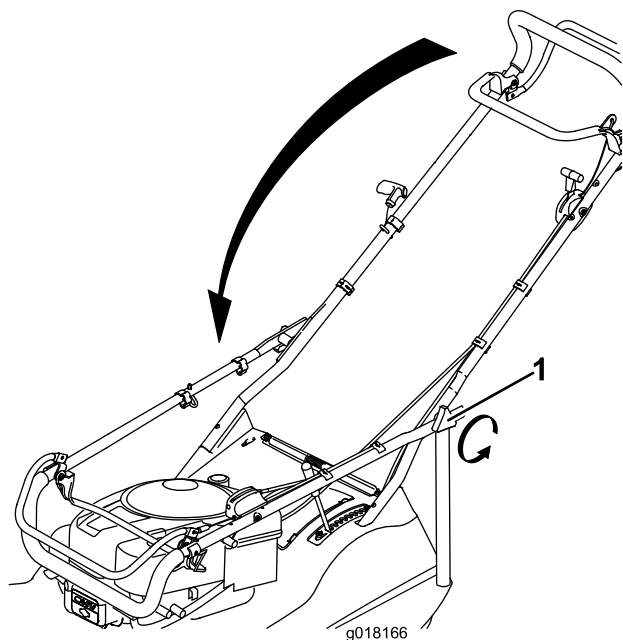

Bild 29
2. Drehen Sie den Führungsholm nach vorne (Bild 29).